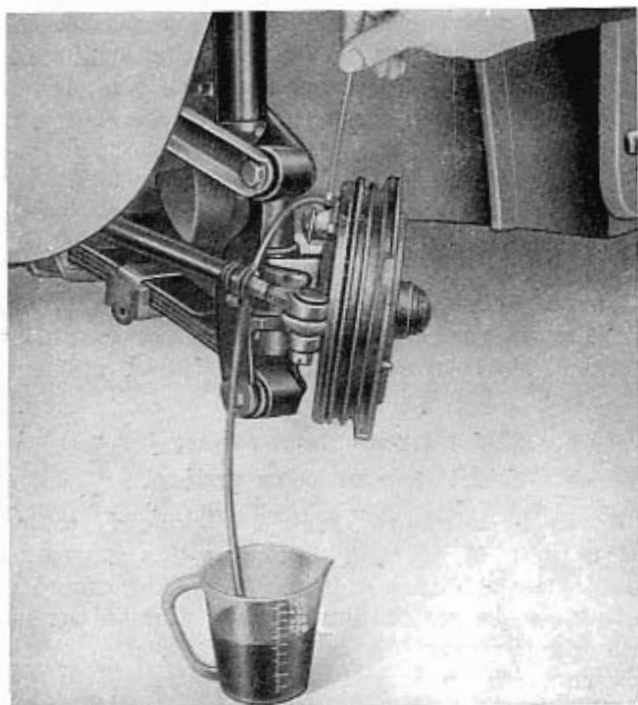

Fig. 297 - Evacuation de l'air de la canalisation de freins de la roue avant gauche.
2) Emmancher sur la vis de purge, sur le cylindre de freins aux roues, le tube caoutchouc **A. 10103**, dont le bout inférieur doit être plongé dans un récipient en verre déjà rempli en partie de liquide (fig. 297).